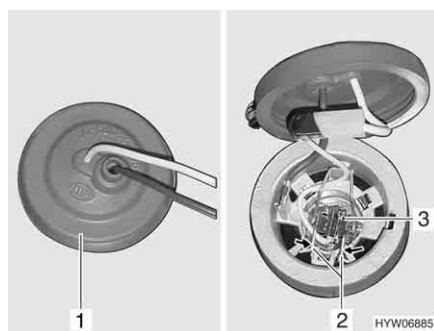

Fig. 256 Projecteur antibrouillard
- Retirer le capuchon en caoutchouc (Fig. 256,1) du boîtier de la lampe situé à l'arrière du projecteur antibrouillard.
- Basculer l'étrier métallique (Fig. 256,2) et le décrocher du support.
- Retirer l'ampoule (Fig. 256,3) et le câble du boîtier de la lampe.